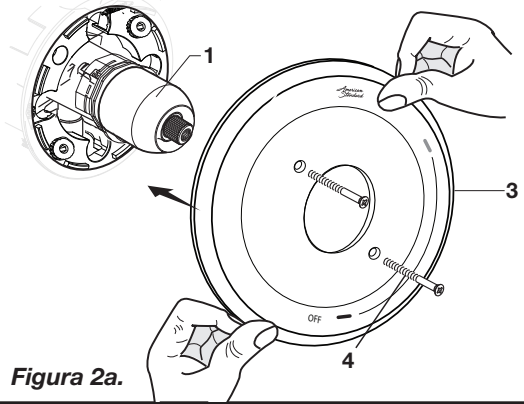

Figura 2a.
- **Figura 2a.** Empuje el CHAPETÓN (3) en la TAPA (1) y fije le cuerpo de la válvula usando los TORNILLOS LARGOS (4).